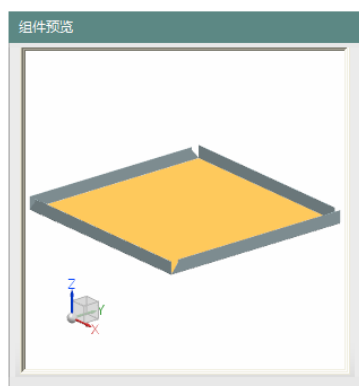
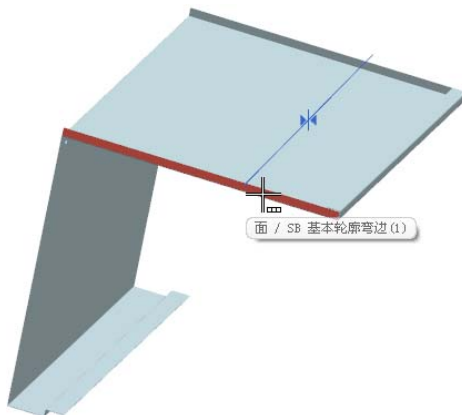

图 11-248 选择相配部件
图 11-249 选择基础部件
(4) 在“装配约束”对话框中，选择“接触对齐”类型，在视图区选择相配部件和基础部件，如图 11-248 和图 11-249 所示。单击 **< 确定 >** 按钮。